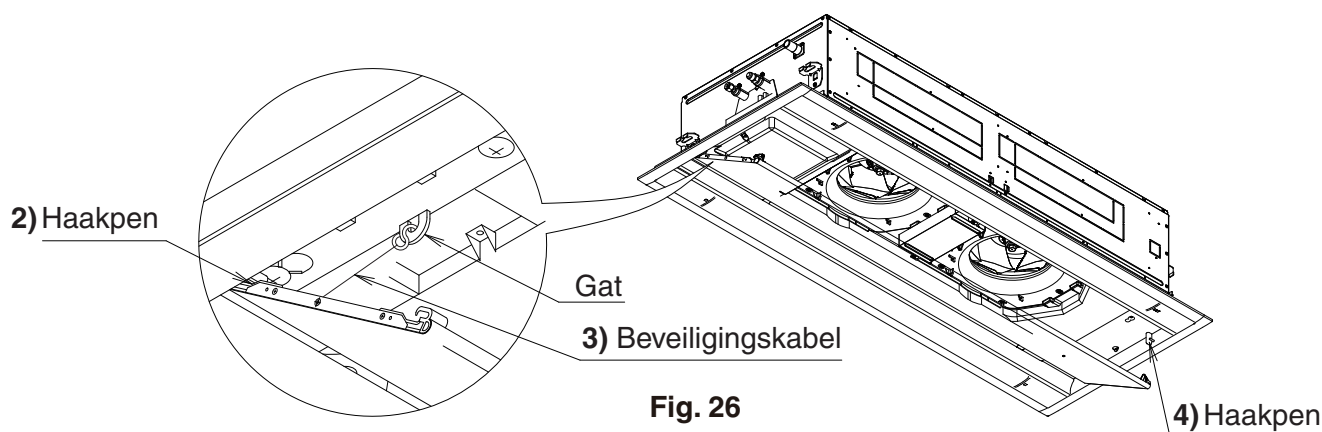

Fig. 26
- 3)** Haak de veiligheidskabel aan beide kanten van het aanzuigpaneel in de haak van het afwerkpaneel. **(Zie Afb. 26)**